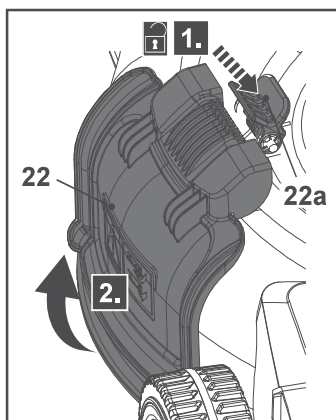

Fig. 19
2. Empurre a fivela de bloqueio (22a) em direção ao motor e mantenha-a nessa posição para a desengatar (Fig. 19, passo 1).
3. Abra o resguardo do defletor lateral (22) e mantenha-o nessa posição (Fig. 19, passo 2).